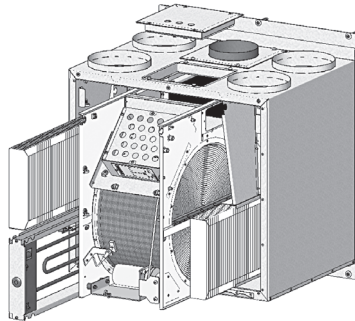

Figure 17
Il est recommandé d'effectuer un contrôle de routine des unités DOMEKT REGO 400VE(W) de façon régulière, 3–4 fois par an en effectuant l'extraction des différents composants internes (figure 17). Les liaisons électriques de la batterie et de l'échangeur doivent être déconnectées.